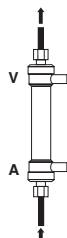

Fig.4/Abb.4/Εικ.4/Рис.4
- Lave el lado de sangre del dializador y la línea de sangre con más de 1000 mL de solución fisiológica salina a alrededor de 100 mL/min. (Fig. 4).